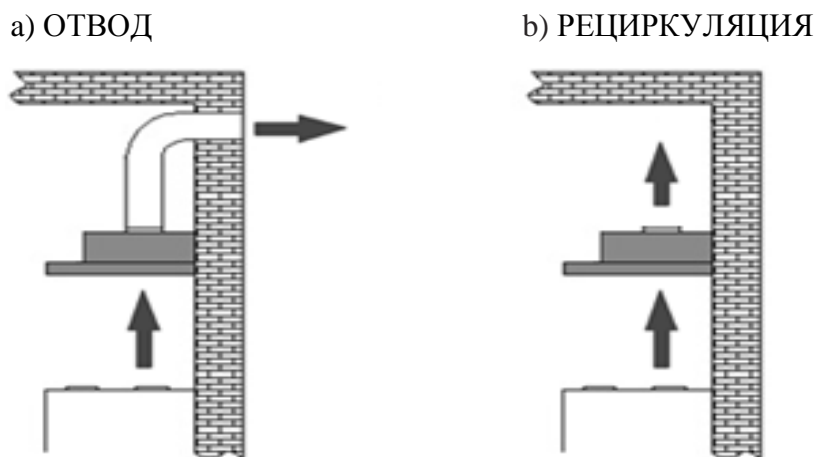

Рис. 3
1) Отвода (рис. 3а) – воздух удаляется из помещения через соединение вытяжки с вентиляционным каналом жестким пластиковым воздуховодом или гофрированным шлангом диаметром 120 мм. И, таким образом, все кухонные испарения, запахи, гарь и копоть, проходя через многоразовые алюминиевые жирулавливающие фильтры, выводятся за пределы помещения. При данном режиме работы нет необходимости устанавливать угольный фильтр. Режим отвода является наиболее эффективным,
2) Рециркуляции (рис. 3б) – внутренняя циркуляция воздуха через угольный фильтр. Вытяжка в данном случае не подключается к вентиляционной шахте и, таким образом, воздух просто прогоняется через вытяжку внутри кухни.